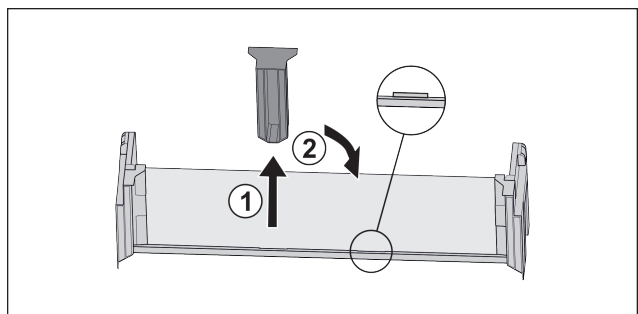

Fig. 22
- ▶ Middelste vasthoudeel lostrekken Fig. 22 (1).
- ▶ Middelste vasthoudeel in tweede positie inzetten Fig. 22 (2).